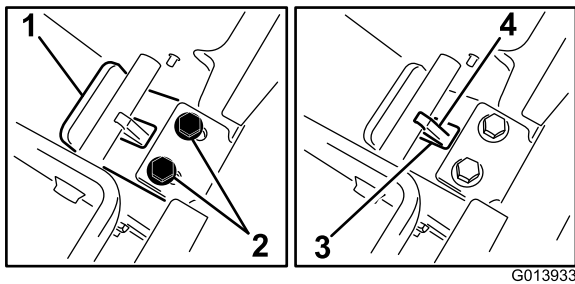

図 15
2. バックプレートへの圧力を保持したまま、トングを手前にスライドさせてトングプレートのリップをクロスバーに接触させる (図 15)。